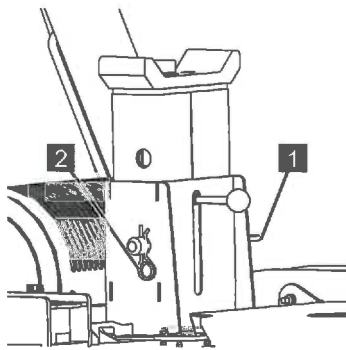

Abb. 109
- Den Befestigungsbolzen (Abb.109/1) einschieben und mit dem Federsplint (Abb.109/2) sichern.